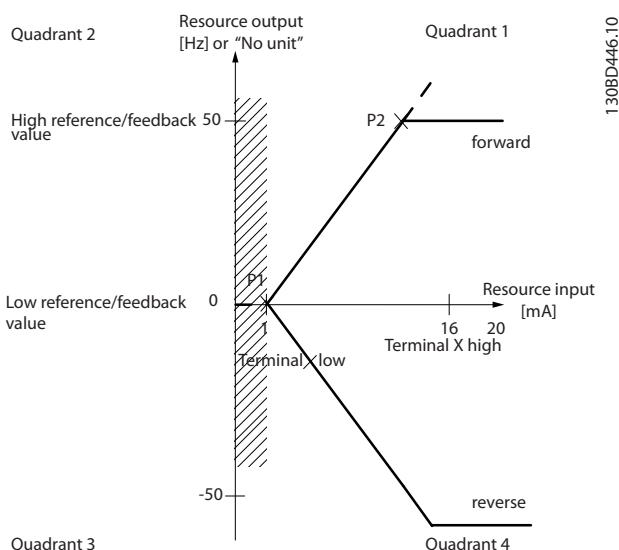

Abbildung 2.19 Größe der Totzone
- Setzen Sie den minimalen Sollwert (siehe *Tabelle 2.5* für relevante Parameter) oder den maximalen Sollwert auf 0. Mit anderen Worten:P1 oder P2 muss auf der X-Achse in *Abbildung 2.19* liegen.
P1 oder P2 definiert die Größe der Totzone, wie dies in *Abbildung 2.19* gezeigt wird.